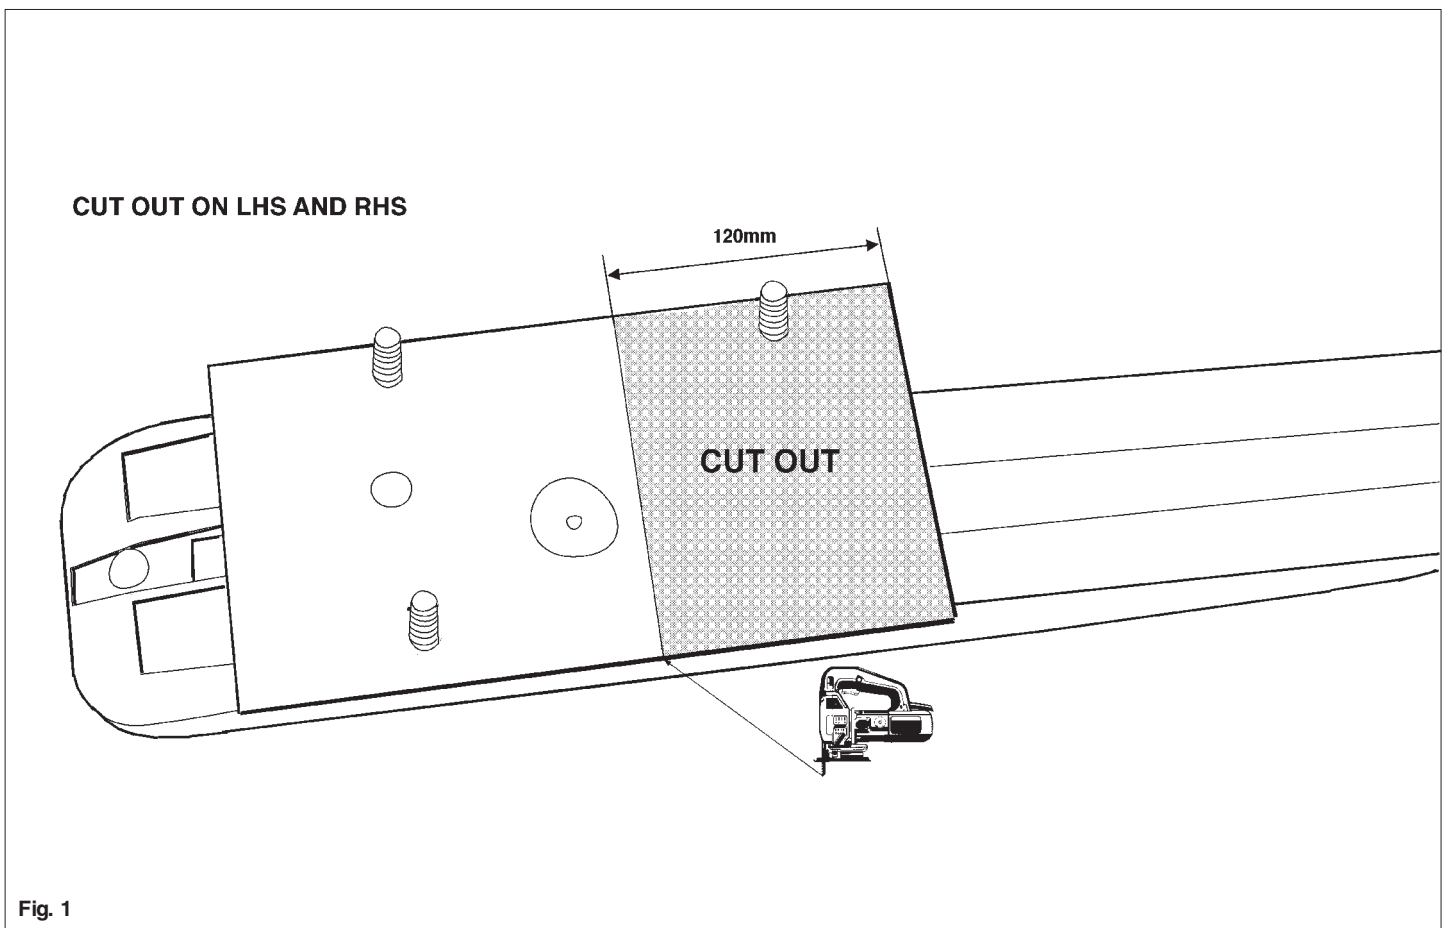

Fig. 1
2. Demonteer de bumper. Verwijder links en rechts de stelwiggen, deze komen te vervallen. Demonteer het aluminium bumperbinnenwerk uit de bumper. Zaag het aangegeven deel van het bumperbinnenwerk. (zie fig. 1). (120 diep x 110mm hoog). Haal links en rechts de de uitlaatdempers uit de ophangrubbers. Demonteer links en rechts de hitte schilden.
2. Remove the bumper. Remove the adjustment wedges at left and right; these will not be replaced. Remove the aluminium inner bumper fitting from the bumper. Saw a section out of the bumper inner fitting (see Figure 1 - 120 deep x 110 mm high). Take the exhaust silencers out of the suspension rubbers at the left and right. Take off the heat shields at left and right.
2. Die Stoßstange abnehmen. Links und rechts die Steilkelle entfernen. Diese werden nicht mehr benötigt. Die Aluminiuminnenverkleidung aus der Stoßstange herausnehmen. Den angegebenen Teil aus der Stoßstangeninnenverkleidung herausaggen (siehe Abb. 1) (120 tief x 110 mm hoch). Links und rechts die Auspuffdämpfer aus den Aufhängungsnummis nehmen. Links und rechts die Heitzschilde entfernen.
pare-chocs. Scier la partie indiquée dans la garniture de pare-chocs. (voir fig. 1). (profondeur 120 x hauteur 110 mm). Sortir à gauche et à droite les pots d'échappement des blocs caoutchouc. Démontez les boucliers thermiques à gauche et à droite.
2. Demontera köfångaren. Avlägsna till höger och vänster ställkittarna, dessa förtaller. Demontera köfångarens innamåte av aluminium ur köfångaren. Säg ut den angivna delen ur köfångarens innamåte (se fig. 1). (120 djup x 10mm höj). Tag till höger och vänster ut avgas-dämparna ur gummifästena. Demontera värmesköldarna till höger och vänster.
kofangeren ud (se fig. 1), (120 i dybden x 110mm i højden). Tag både i højre og venstre side udstødningsdæmperne ud af gummiophængningerne. Afmonter isoleringspladerne i højre og venstre side.
2. Desmontar el parachoques. Retirar a la izquierda y derecha las cuñas de ajuste, las que quedan anuladas. Desmontar el armazón interior de aluminio del parachoques, sacándolo de éste (véase la fig. 1). (120 de prof. X 110mm de altura). Sacar a la izquierda y derecha los amortiguadores del tubo de escape de las gomas de suspensión. Desmontar a la izquierda y derecha los escudos térmicos.
che non verranno più rimontati. Smontare l'interno in alluminio del paraurti. Segare la parte indicata dall'interno del paraurti. (vedi fig. 1). (profondità 120 x 110 mm di altezza). Togliere a destra e a sinistra gli ammortizzatori dello scappamento dai gommini di fissaggio. Smontare a destra e a sinistra gli schermi termici.